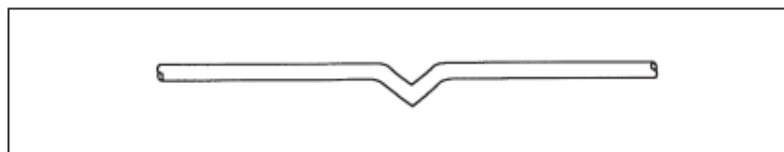

Figura 2
- Uma torção no Cabo. Veja Figura 2.